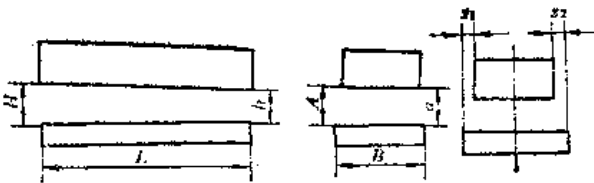

图 8-9-9 平行度偏差与中心偏差
④ 底座与承载体等主要受振动的焊接构件焊接后应作消除焊接应力的处理。
⑤ 铆接件应保证被铆件的孔和铆钉紧密结合，铆钉头不断、不偏、不松。
⑥ 螺钉等紧固件齐全，紧固可靠，锁紧良好。
⑦ 润滑油嘴齐全完好，油路畅通，轴承密封处四周间隙均匀，密封完好，不得有渗漏和粉尘侵入等现象。
⑧ 进出料口的软接头处在振动方向两金属零件间空隙不应小于可能出现的最大双振幅值。密封完好，无渗漏现象。
⑨ 橡胶弹簧连接的二质体间，应有接地导线连通并连接良好。
⑩ 振动机的底座与承载体均应平直，其直线性偏差 $\leq 1/100$ ，累计偏差 $\leq 10\text{mm}$ 。
⑪ 承载体对底座纵向平行度偏差 $\leq 1/1000$ ，横向 $\leq 0.5/1000$ ，中心偏差 $\leq 1.5\text{mm}$ ，见图 8-9-9。